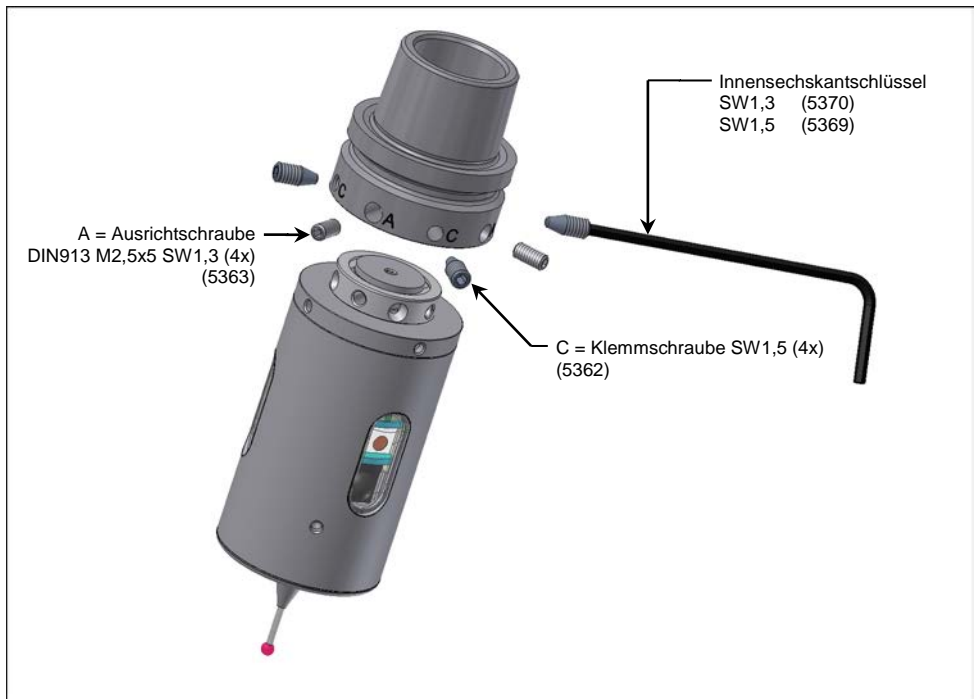

Abb. 5 Montage/Demontage der Werkzeugaufnahme
- 1.1. Alle Schrauben „A“ und „C“ gemäß Abb. 5 entfernen